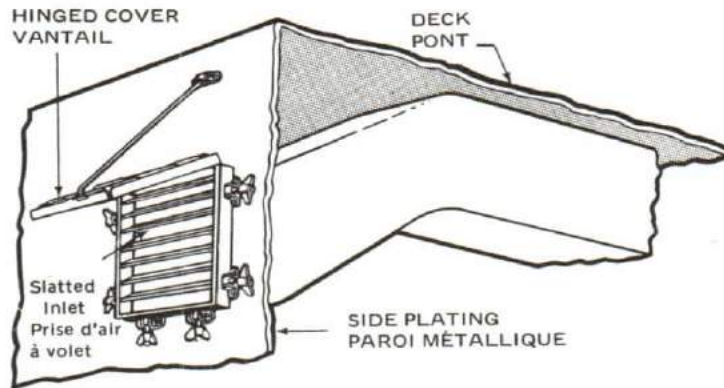

Figure 8-45
9. The openings on the upper deck are fitted with watertight and gastight flaps. The air within the ship is then recirculated by changing the position of recirculation flaps. This simply puts the supply or suction end of the ventilation trunking inside the ship. See Figure 8-45.
9. Les prises du pont supérieur sont munies de volets étanches à l'eau et aux gaz. Pour recirculer l'air à l'intérieur du navire, il suffit donc d'inverser la position des volets de recirculation; les prises d'air alimentent ou aspirent alors vers l'intérieur du navire, (voir la figure 8-45).